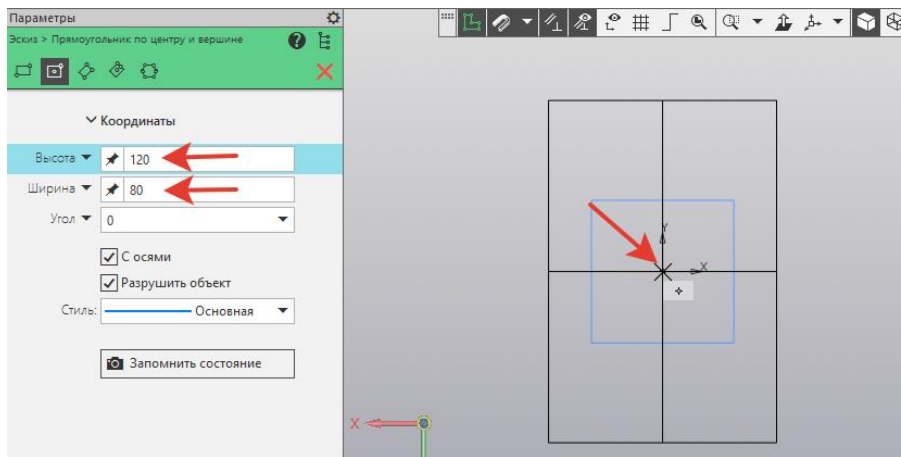

Рисунок 4.
3. Станет активным панель *Инструменты эскиза*. На инструментальной панели выбрать *Геометрия* –  *Прямоугольник по центру и вершине*. В панели *Параметры* задать: *Высота* – 120, *Ширина* – 80, закрепить в центре плоскости (рисунок 4).